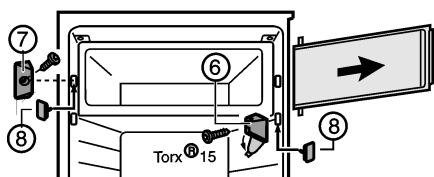

Fig. 2
- ▶ Abdeckung am Lagerbock Fig. 2 (6) wegklappen.
- ▶ Lagerbock Fig. 2 (6) mit der Fachtür abschrauben.
- ▶ Verschlussstück Fig. 2 (7) abschrauben.
- ▶ Die freigewordenen Löcher mit beiliegenden Stopfen Fig. 2 (8) verschließen.